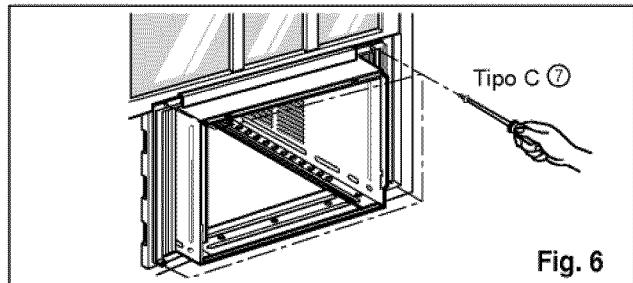

Fig. 6
7. Adjunte el gabinete al banquete de la ventana atornillando los tornillos ⑥(Tipo B: Largo dieciséis milímetros y menos.) a través del ángulo frontal en la banqueta de la ventana.
- Adjunte cada panel guía a cada lado de la ventana usando tornillos ⑦(Tipo C). (Ver Fig. 6)